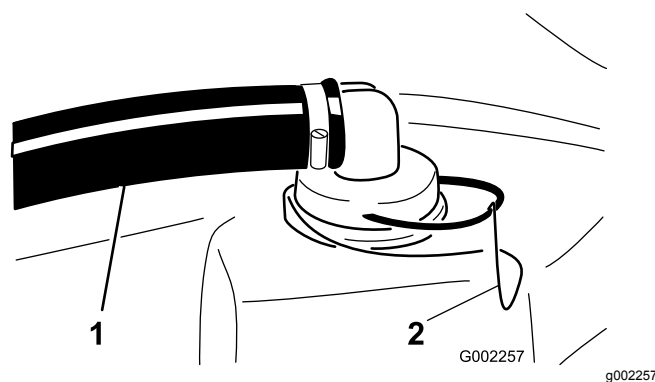

Figura 16
2. Na parte superior do depósito do pulverizador, retire fixação a que fixa a união da mangueira unido à tubagem grande e à estrutura do filtro de rede (Figura 16).
3. Retire a tubagem e a união da tubagem da estrutura do filtro de rede (Figura 16).